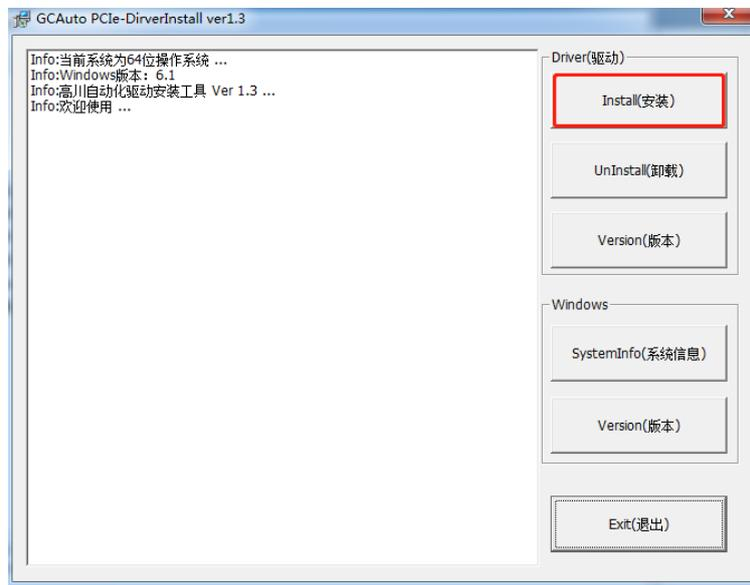

图 2.2.1 驱动安装界面
(1) 电脑关机状态插上 PCIE 卡，开机后，打开路径“GC 系列光盘资料(GCS 系列)\驱动工具\高川 PCIE 卡驱动安装管理工具” 双击 DriverInstall.exe 如图 2.2.1 驱动安装界面；